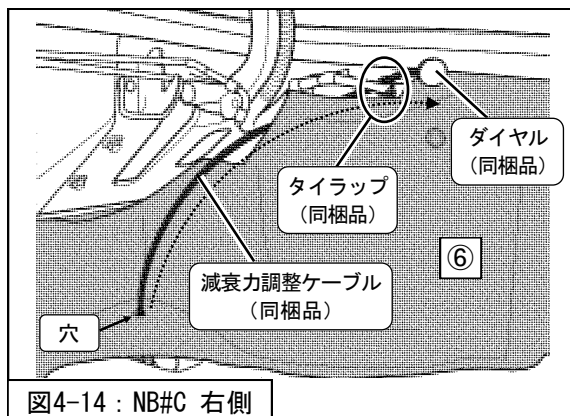

図4-14 : NB#C 右側
17. 右側ケーブルにダイヤルを取付け、スクリュで固定してください。スクリュの締付けは六角レンチ(1.5mm・同梱品)を使用してください。(図4-14)
18. 右側ケーブルを図のように取り回して、タイラップ(同梱品)を使用して、ホースまたは配線等にケーブルを固定してください。(図4-14)